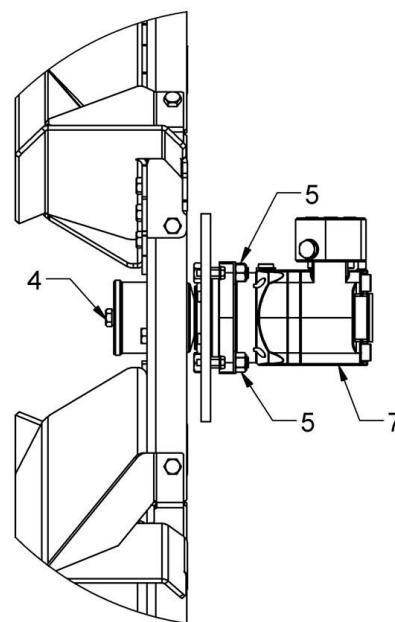

Bild.6. Fläkt med motor
8. *Vänligen notera läget för fläktmotorns kil vid återmontering i fläktnavet. För återmontering av fläktmotor, följ punkterna ovan i omvänd ordning och applicera gänglåsning till fläktbulten innan åtdragning med 90Nm (67 ft lb) Se bild 6.*